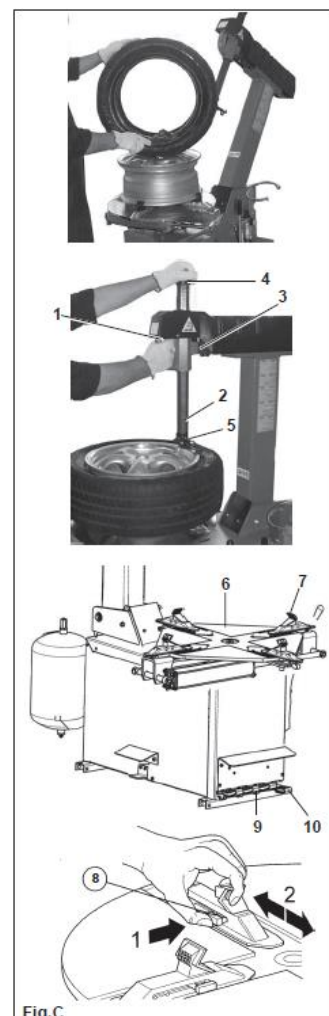

Рис. 11
2) Установить рычаг 3 в рабочее положение (Рис. 11)
- 3) Установите шестигранный вал 2 в рабочем положении у обода колеса и зафиксируйте его с помощью кнопки на ручке 1 (Рис. 11).
- 5) Удерживая монтажку в таком положении запустите вращение стола с помощью педали 10 (Рис. 11).